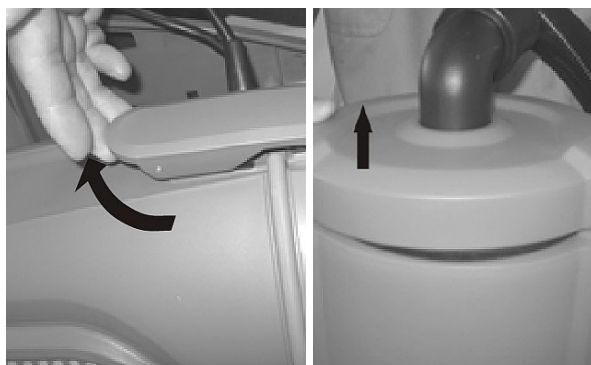

Abb. 17: Öffnung Trockensauger
Schritt 1: Nehmen Sie den oberen Teil des Behälters ab nachdem Sie die seitlichen Hacken am Trockensauger gelöst haben (Abb.17).